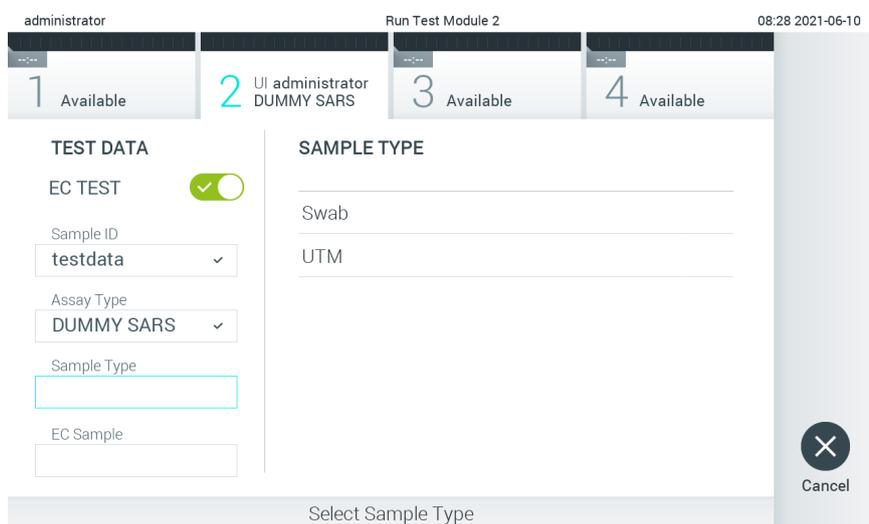

Figura 91. Scelta di un tipo di campione.
5. Se richiesto, selezionare il tipo di campione appropriato dall'elenco (Figura 91).